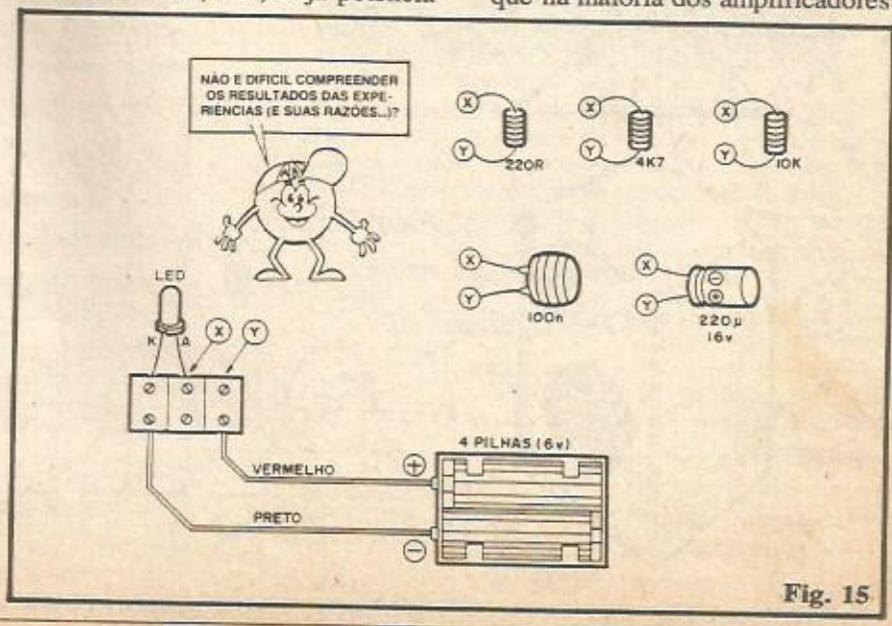

Fig. 15
- FIG. 15 - Vamos agora fazer outras comprovações experimentais. Liguem apenas o LED, inicialmente, à barrinha de conectores parafusáveis, deixando "vagos" os pontos "X" e "Y", para a posterior ligação de componentes. Usem, agora, 4 pilhas pequenas, num suporte, para a alimentação, ligando o conjunto conforme mostra o diagrama... Liguem aos pontos "X" e "Y", um de cada vez, os resistores de 220R, 4K7 e 10K e observem o acendimento do LED em cada caso: a luz é bem forte com o resistor de 220R, porque a corrente no LED é intensa (ainda que dentro do que o componente suporta - façam os cálculos e confirmem...). Já com o resistor de 4K7, a luminosidade é bem menor (a corrente ficou menos intensa, devido ao maior valor do resistor). Finalmente, com o resistor de 10K, mal dá para se ver a luz, já que a corrente sobre o LED reduziu-se a apenas 400uA (400 microampéres), muito abaixo dos 5mA mínimos recomendáveis, lembram-se...? Agora liguem aos pontos "X" e "Y" o capacitor de poliéster de 100n. O LED acende? NÃO... Para quem segue direitinho as "Aulas" é fácil perceber por quê: o capacitor é "impermeável" à C.C., já que seu dielétrico isolador não permite o livre trânsito dos portadores de corrente (elétrons). Finalmente, liguem, momentaneamente, aos pontos "X" e "Y", o capacitor eletrolítico de 220u (atenção à polaridade do componente, claramente indicada na figura). O que acontece no momento da ligação do capacitor? O LED dá um breve lampejo, para em seguida apagar-se, assim ficando... Qual a razão desse estranho "comportamento"...? É simples: embora o capacitor seja, em si, um isolante ou uma "barreira" ao livre trânsito